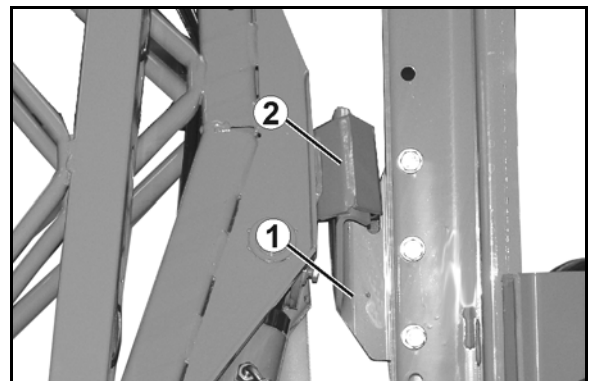

Рис. 80
- штанги полностью зафиксировались предохранительными скобами (Рис. 80/1).